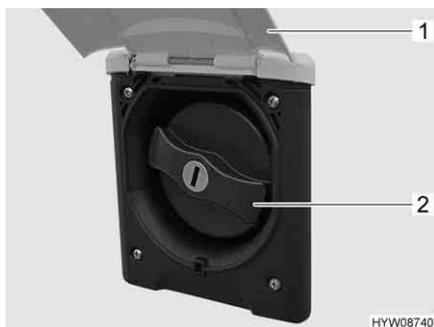

Fig. 182 Coperchio (bocchettone di riempimento dell'acqua potabile)
- Sollevare lo sportello esterno (Fig. 182,1).
- Ruotare il coperchio blu (Fig. 182,2) di un quarto di giro.